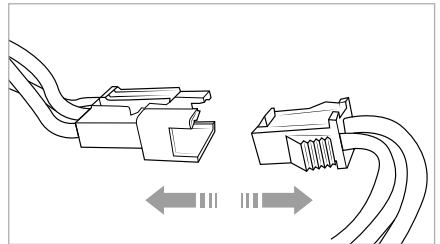

Abb. 27
- 2) Trennen Sie die Steckverbindung des Akkus (siehe Abb. 27) und entfernen Sie diesen aus dem Akkufach.